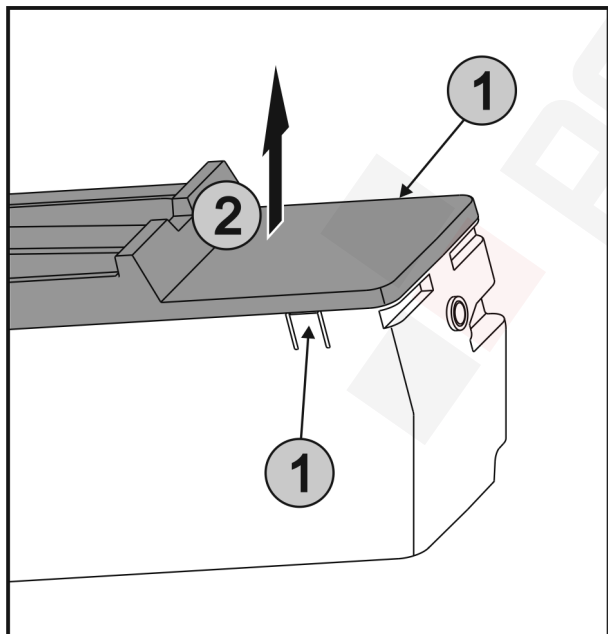

Fig. 43
- Nyomja le egyszerre a füleket Fig. 43 (1) az EasyTwist-Ice két oldalán, és felfelé vegye le a fedelet Fig. 43 (2).